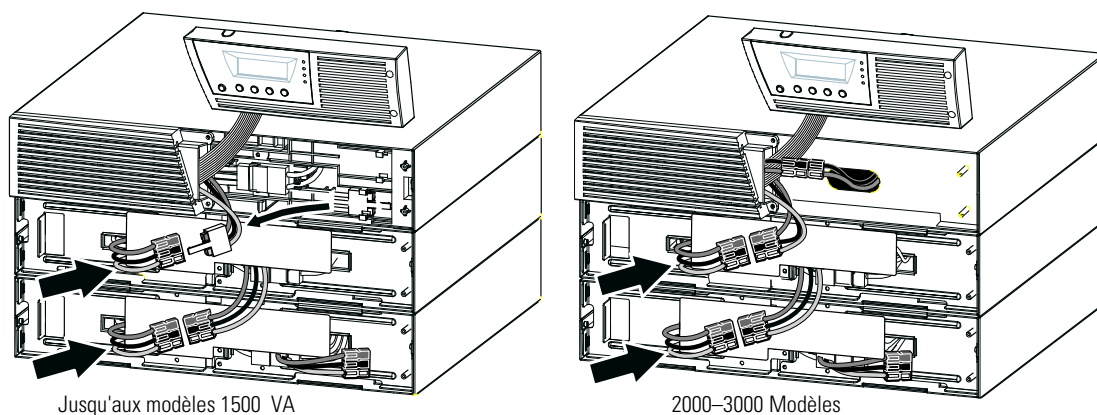

Figure 13. Installation EBM typique
5. Enfichez les EBM câbles dans le ou les connecteurs de batterie comme illustré dans Figure 13. Jusqu'à quatre EBM peuvent être connectés à l'onduleur.